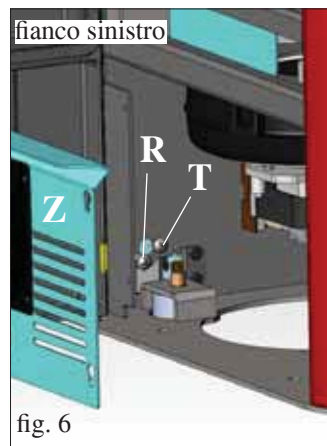

fig. 6
Montare il gomito di raccordo con fascetta forniti in dotazione sul bocchettone della chiocciola fumi (D - fig. 6).
Asportare il diaframma pretagliato dal fianco in lamiera laterale per consentire il passaggio del tubo uscita fumi (non in dotazione) (fig. 6).
Verificare l'allineamento verticale dei fianchetti in ceramica (C) ed effettuare eventuali regolazioni tramite le viti poste sopra il top (V - fig. 5) e all'interno della stufa tramite le viti (R - fig. 6/7)
**N.B.:** prima di effettuare l'operazione togliere il pannello zincato (Z - fig. 6/7) su entrambi i lati e allentare le viti di bloccaggio (T - fig. 6/7).